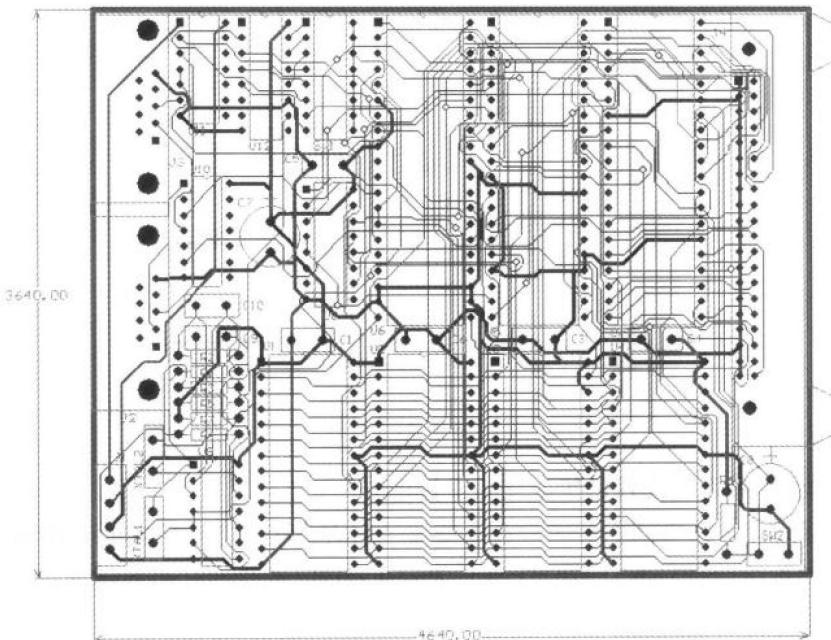

图1-2 PCB设计实例
- 印制电路板设计系统（PCB）：它主要用于印制电路板的设计，由它生成的 PCB 文件将直接应用到印制电路板的生产中。图 1-2 所示是采用 Protel DXP 设计完成的印制电路板图。